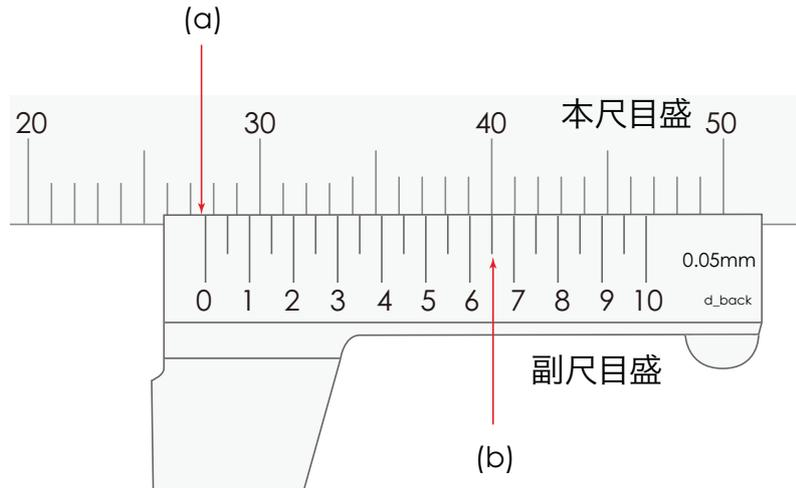

図 4: ノギスの目盛の読み方。バーニアのゼロが本尺目盛のどこにあるか→本尺と副尺の目盛りが一致するのがどこか、という流れで測定値を得ます。
ノギスは 4 種類の測定法がある事は前節で説明しましたが、いずれの場合でも目盛りの読み方は一緒です。どこを読めばいいか、端的に言うとノギスが図 4 のような場合、(a) の位置が測定寸法を示しています。つまり、読むべき目盛りは本尺で、本尺のどこを読めばいいかを教えてくれるのが副尺のゼロ0 の位置です。また、本尺の最小目盛り以下を正確に読むために副尺の目盛りを活用します。具体的には以下に記した手順で目盛りを読み取ります。
- － 図 4 の場合は、27mm–28mm の間にあることが分かるので、27.〇〇 mm であることまで分かります。
- － 図 4 の場合は、0.65 で一致しています。(このノギスの副尺 1 目盛りは 0.05mm なので、6.5 と読むのは誤りで、0.65 が正しい読み方です。)
- － 図 4 の場合は、本尺 27mm で、副尺は 0.65mm なので合計 27.65mm となります。